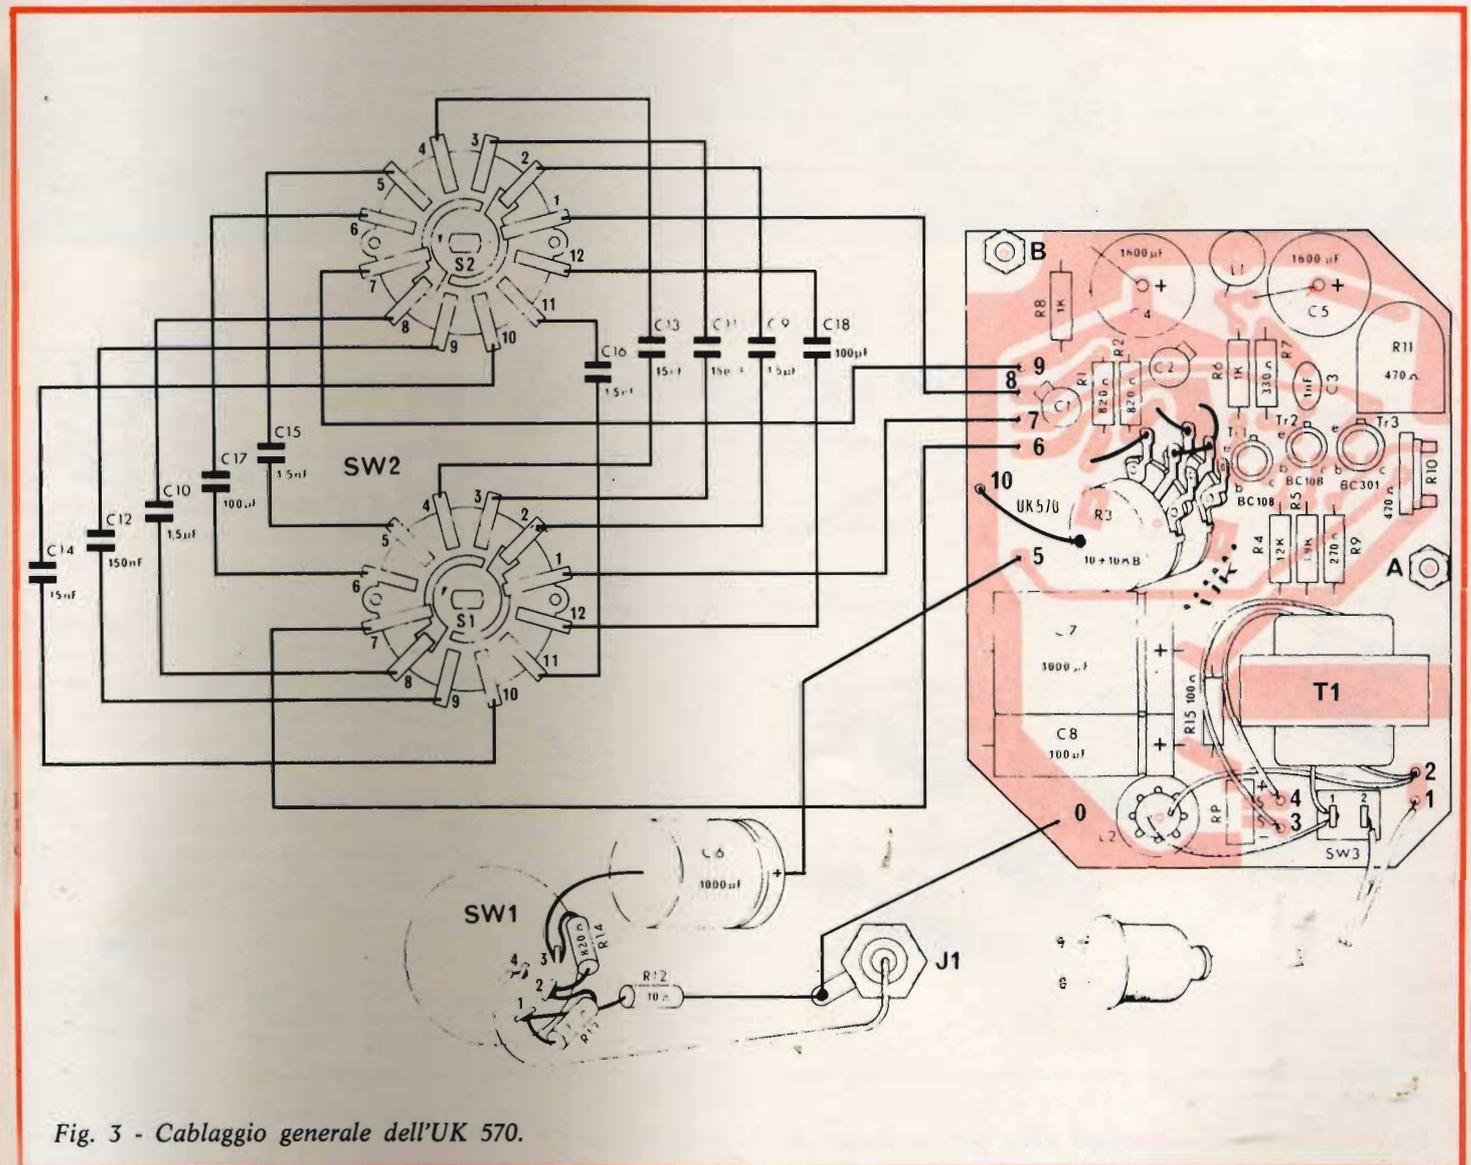

Fig. 3 - Cablaggio generale dell'UK 570.
I FASE - Montaggio dei componenti sul circuito stampato — fig. 3 —
- Collegare uno dei terminali rossi del secondario di T1 all'ancoraggio 3 del circuito stampato. Collegare l'altro terminale del secondario di colore rosso all'ancoraggio 4. Collegare il terminale del primario di colore nero all'ancoraggio 2 del circuito stampato. Collegare l'altro terminale del primario di colore bianco al terminale 1 dell'interruttore SW3 — fig. 3 —.
- Collegare i terminali del potenziometro R3 al circuito stampato mediante spezzoni di filo rigido del \varnothing di 0,7 mm e di lunghezza la più corta possibile. Isolare questi collegamenti mediante tubetto sterlingato del \varnothing di 1,5 mm. Collegare l'ancoraggio 10 del circuito stampato e la calotta del potenziometro R3 mediante uno spezzone di filo rigido del \varnothing di 0,7 mm — fig. 3 —.
III FASE - Cablaggio — fig. 3 —